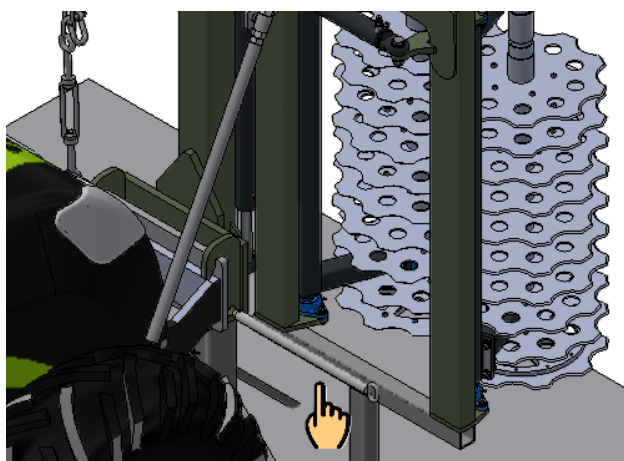

Figura 5.6 – Acoplamento da Pré-Podadora
3. De seguida faça descer o cilindro hidráulico de movimentação vertical até que as placas do engate rápido fiquem devidamente encaixadas na posição de bloqueio (Figura 5.6).
4. Insira o varão de bloqueio, assinalado, no furo do mecanismo de engate (Figura 5.6).